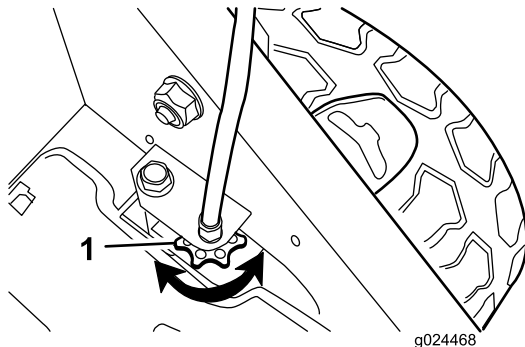

Figura 24
- Si las ruedas no giran al apretar la barra de autopropulsión, la correa de transmisión está demasiado floja. Gire el mando de control de la transmisión de las ruedas (Figura 24) una vuelta en sentido horario y repita los pasos 4 a 6.
transmisión está demasiado apretada. Gire el mando de control de la transmisión de las ruedas (Figura 24) una vuelta en sentido antihorario y repita los pasos 4 a 6.